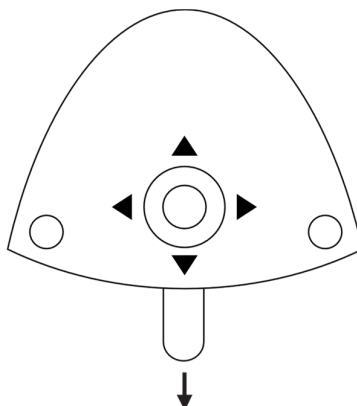

Abbildung 60 - Konfiguration mit dem Fußanlasser
2. Joystick ▲/▼ oder ↓ - Abbildung 60- drücken, bis zum gewünschten Parameter (siehe Tabelle 5).
3. Benutzen Sie ▲ / ▼ oder ↓ – siehe Abbildung 60 – um auf den zu ändernden Parameter zu blättern (siehe Tabelle 6)